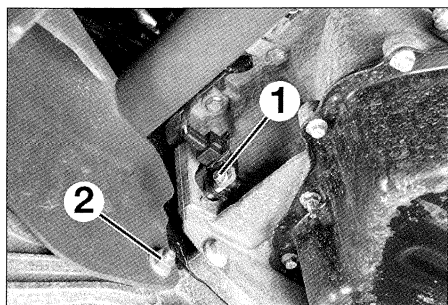

FIG. 6
- Desconectar el captador de posición de cigüeñal (1) (fig. 6).
- Desmontar el refuerzo (2).